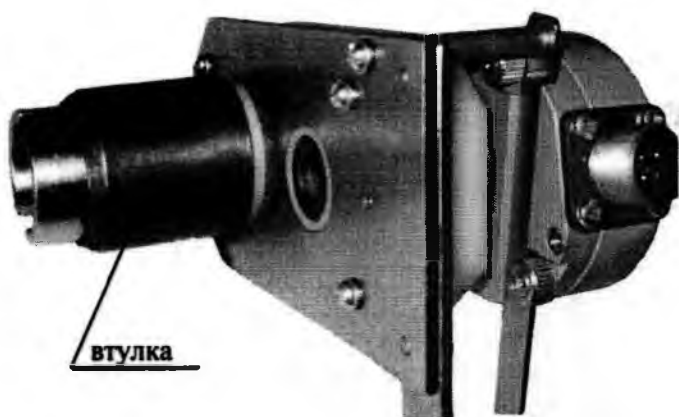

Рис.11.7. Установка втулки ($D=33$ мм) на ось УС-1
- и) в некоторых случаях требуется на ось УС-1 устанавливать втулку ($D=33\text{мм}$) для поднятия рычага, блокирующего ручное управление устройством РПН (рис. 11.7);